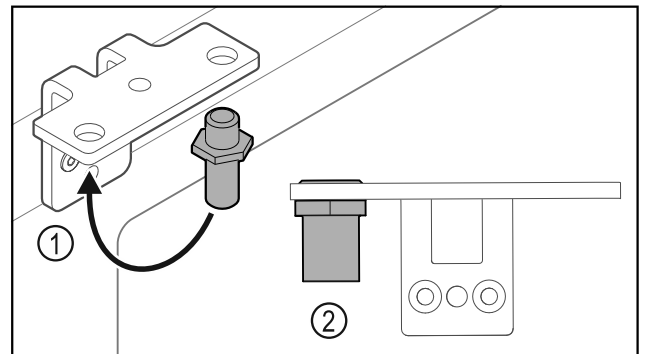

Fig. 20
- Μεταφέρετε τον πείρο Fig. 20 (1) στη γωνία μεντεσέ.
- Σφίξτε τον πείρο Fig. 20 (2) με **ροπή 12 Nm**.